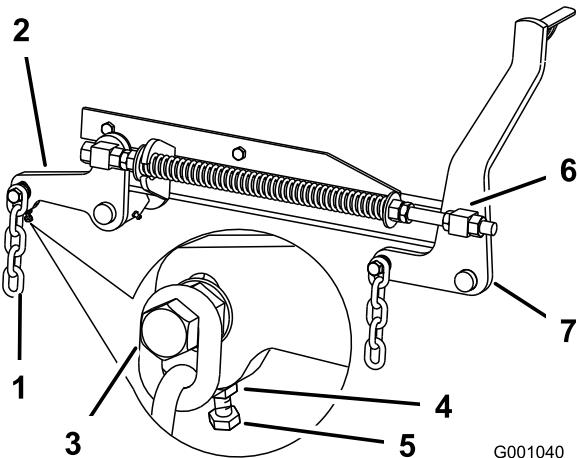

Bild 76
7. Wenn die Werte an den Stellen **B** oder **C** falsch sind, lösen Sie die Schraube, mit der die hintere Kette am hinteren Stützarm befestigt ist (Bild 76).
8. Lösen Sie die Klemmmutter unter dem hinteren Stützarm und stellen Sie die Einstellschraube so ein, dass Sie einen Wert von 79 bis 83 mm erhalten (Bild 76).
7. Lösen Sie die Klemmmuttern der vorderen Drehzapfen, vorne am rechten und linken Drehzapfen, um ungefähr 13 mm (Bild 76).
8. Stellen Sie die Hubmuttern auf der linken und rechten Seite der Maschine ein, um einen Wert zu erzielen, der vorne an Stelle **A** um 6 bis 10 mm niedriger ist als hinten an Stelle **B** (Bild 76).